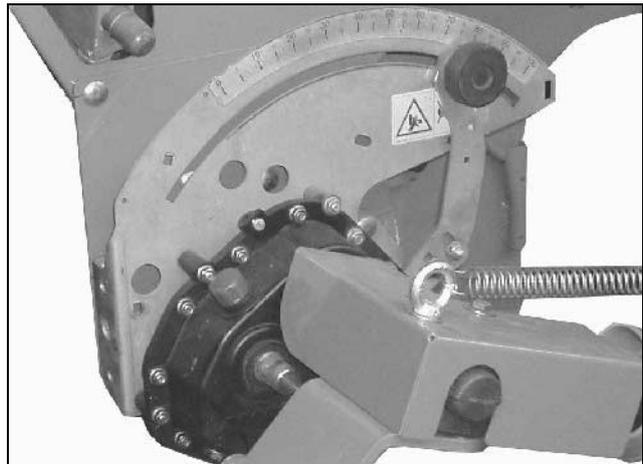

Fig. 23
- le levier de réglage de boîtier (Fig. 23/2) est réglé manuellement. Plus la valeur de l'échelle graduée est importante, plus le débit est élevé.
- le servomoteur (Fig. 23/1) règle le levier de réglage du boîtier (Fig. 23/2) (option).